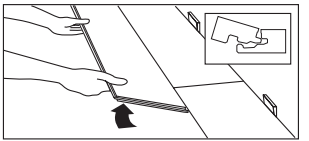

Figure 7
- Installez le long côté de la première planche en biais par rapport à la planche de la rangée précédente. Maintenez la planche à son angle naturel, celle-ci étant légèrement relevée par rapport au plancher brut (fig. 7). Au besoin, utilisez un morceau de bois dur inutilisé pour supporter la rangée.